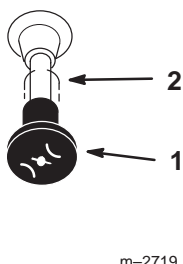

Figure 16
- Lorsque le moteur a démarré, amenez progressivement la manette de starter en position **hors service** (Fig. 16). Si le moteur cale ou hésite, ramenez la manette de starter à la position **en service** pendant quelques secondes. Réglez ensuite le levier d'accélérateur à la position voulue. Répétez l'opération si nécessaire.